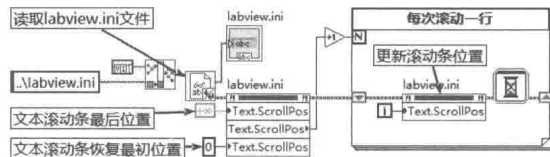

图 6-51 计算文本行数，逐条滚动
(4) 利用滚动条位置属性滚动显示数据。字符串控件没有总函数属性，图 6-51 演示了如何计算文本总行数，并逐条显示。首先将滚动条位置属性设置为最大值，然后读取返回实际总行数，最后赋值为 0，恢复最初位置。